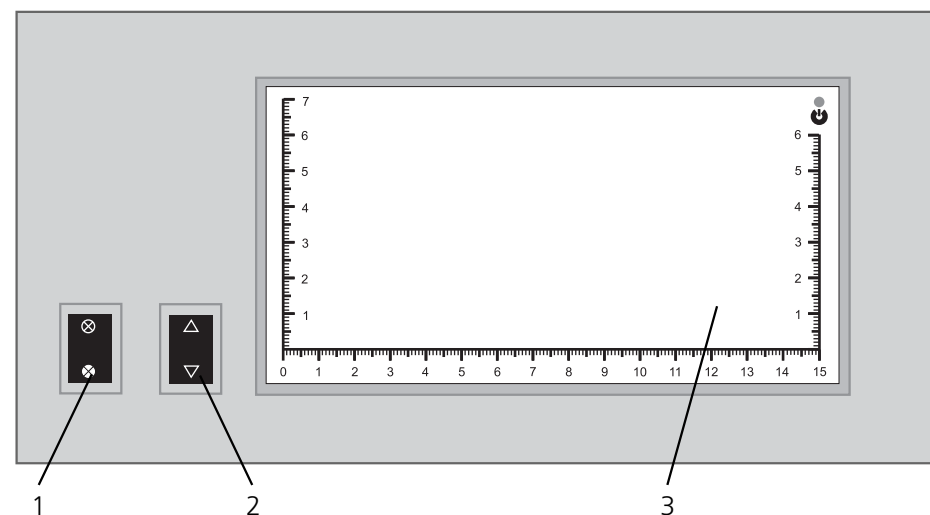

Рис. 2
- Расположите одну или несколько банкнот на передней панели прибора в просмотровой зоне (рис. 2).
- С помощью переключателя 1 на передней панели прибора (рис. 2)
При помощи переключателя 2 (рис. 2) можно выбрать режим проверки в белом свете: